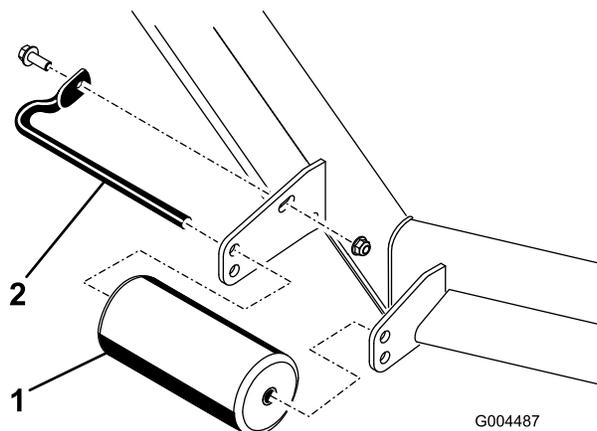
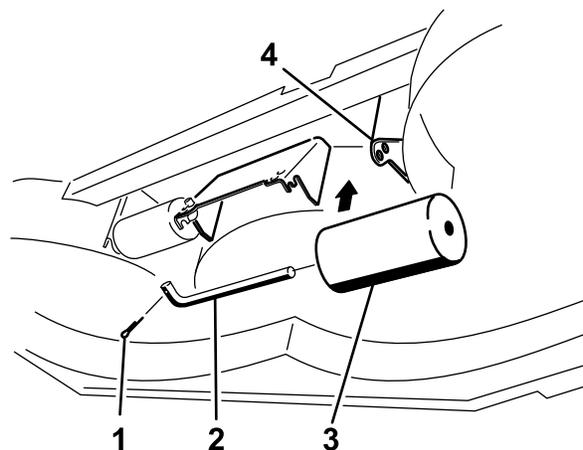

Figura 20
Figura 24
4. Retire os dispositivos de fixação que fixam cada rolo na plataforma do cortador e desloque os rolos para cima ou para baixo conforme desejado; consulte Figura 20 a Figura 24 conforme se aplique ao seu cortador.